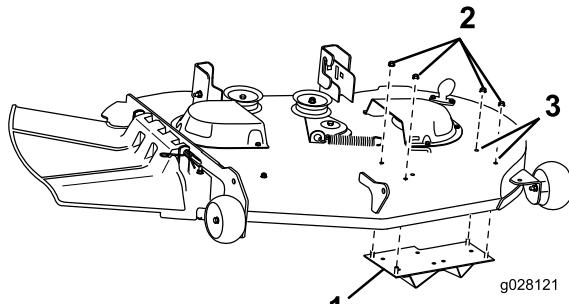

Figura 5
- Retire los 2 pernos obturadores y 2 tuercas de la carcasa de corte, de los lugares indicados en Figura 5.
3. Sujete la placa del golpeador al lado izquierdo de la carcasa de corte con 4 tuercas con arandela prensada (5/16 pulgada), según se muestra en Figura 5.